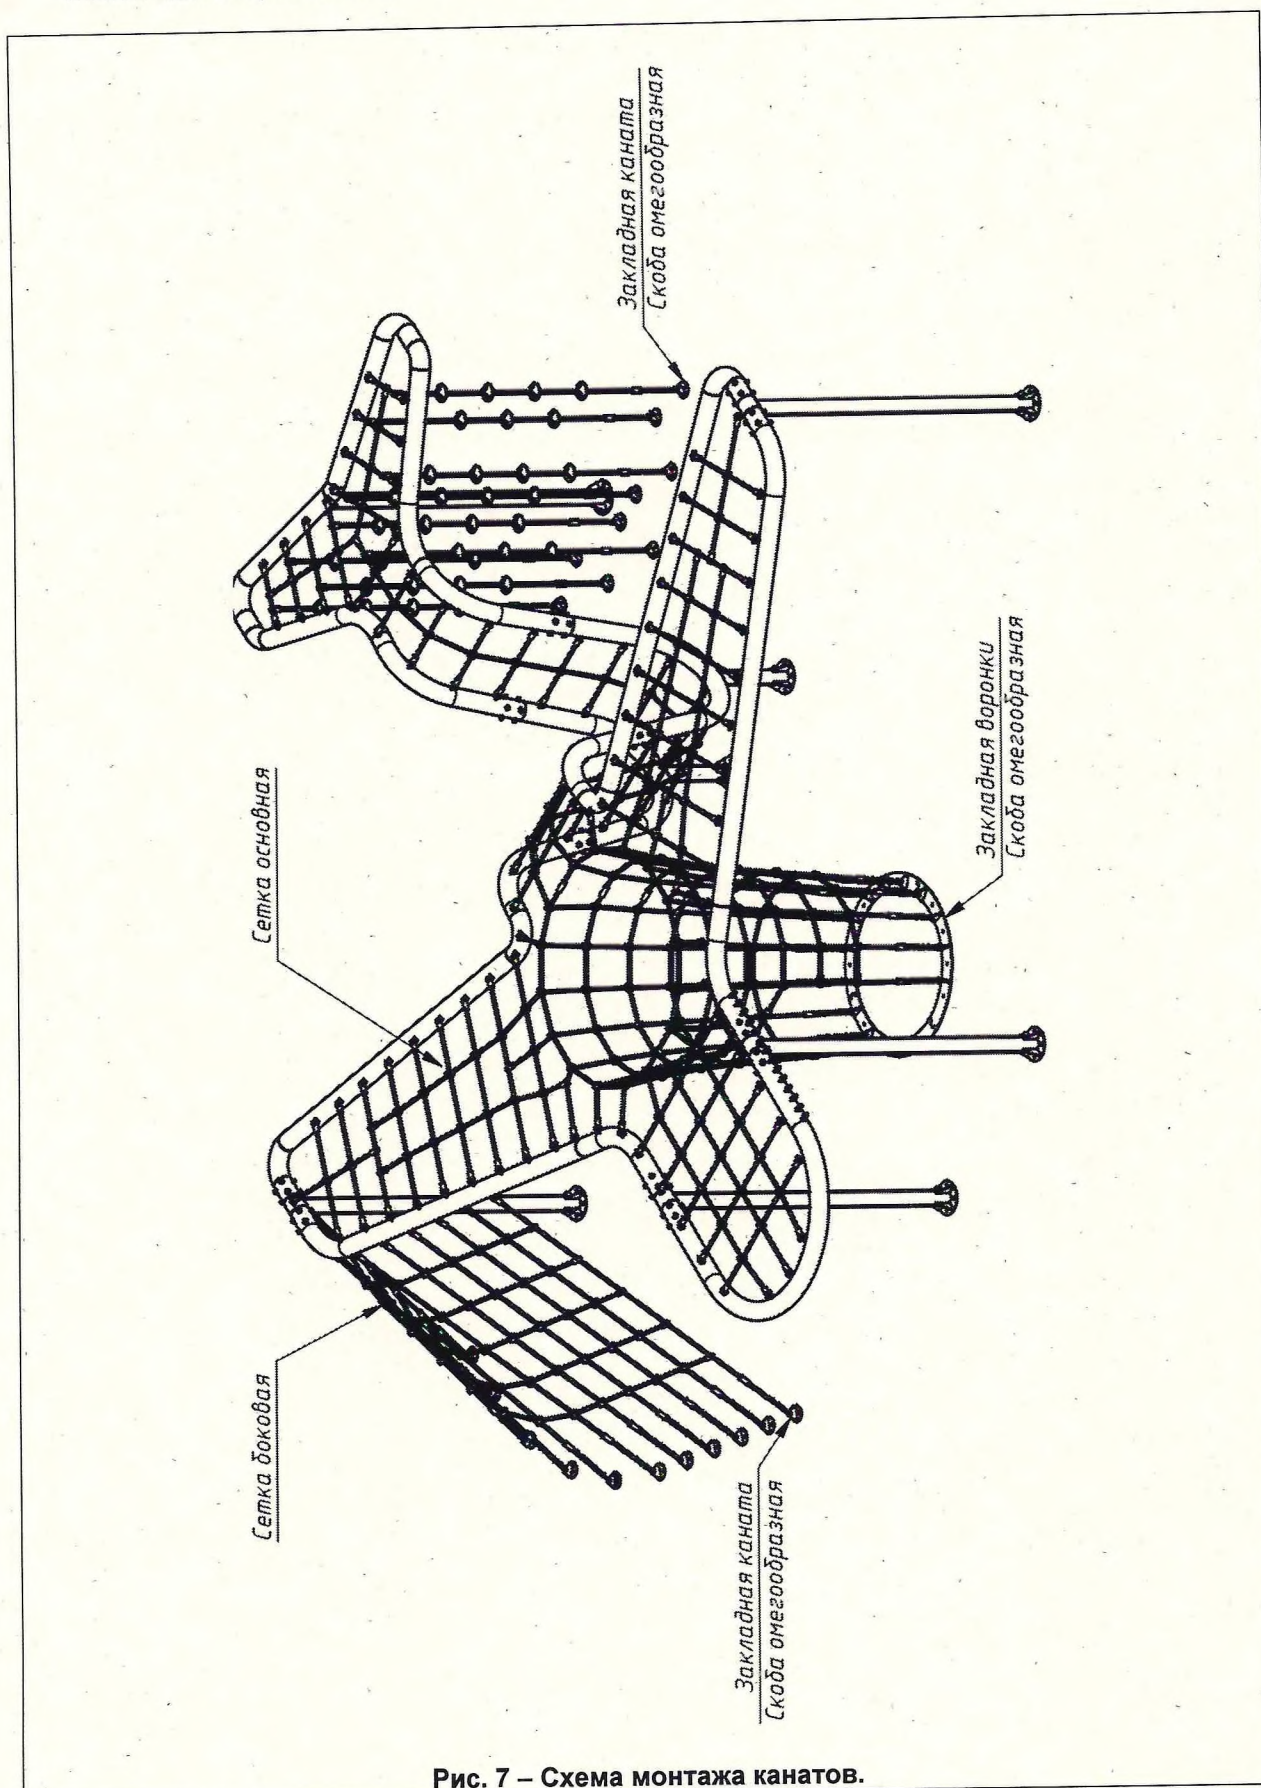

Рис. 7 – Схема монтажа канатов.
22.8. Произвести монтаж сетки из канатов согласно (Рис.7). Сетка к каркасу крепится винтами М8 х 40 с шайбами М8 и гайками М8. Вертикальные канаты соединяются с фланцами цепью и скобой омегаобразной М6.